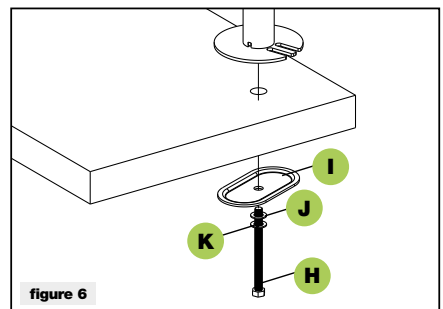

figure 6
3. Position the pole (a) on the mounting surface and secure using the support plate (i), M10 washer (j), spring washer (k) and M10 bolt (h). Fasten the M10 bolt using provide wrench (o), see figure 6.
3. Das Rohr (a) auf der Montagefläche positionieren und mithilfe der Haltescheibe (i), der Unterlegscheibe M10 (j), der Federscheibe (k) und der Schraube M10 (h) fixieren. Die Schraube M10 mit dem mitgelieferten Schlüssel (o) festziehen, wie in Abbildung 6 gezeigt.
3. Placer le tube (a) sur la surface de montage et le fixer en utilisant la plaque de support (i), la rondelle M10 (j), la rondelle élastique (k), et l'écrou M10 (h). Serrer la vis M10 à l'aide de la clé fournie (o), conformément à la figure 6.
3. Posicionar el tubo (a) sobre la superficie de montaje y sujetarlo usando la placa de soporte (i), la arandela M10 (j), la arandela elástica (k) y el tornillo M10 (h). Apretar el tornillo M10 usando la llave incluida (o), como en la ilustración 6.
3. Umieścić rurę (a) na powierzchni montażowej i umocować ją za pomocą płytki wspierającej (i), podkładki M10 (j), podkładki elastycznej (k) i śruby M10 (h). Dokręcić śrubę M10 kluczem (o) znajdującym się na wyposażeniu, jak pokazano na rys. 6.